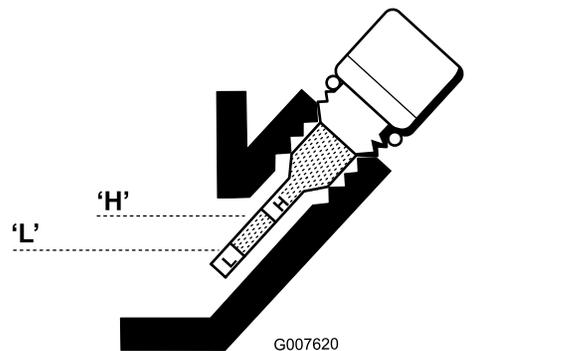

Figura 30
6. Se o nível estiver baixo, adicione apenas o óleo suficiente para aumentar o nível até se encontrar entre as marcas "H" e "L" na vareta (Figura 30). Verifique o nível do óleo.